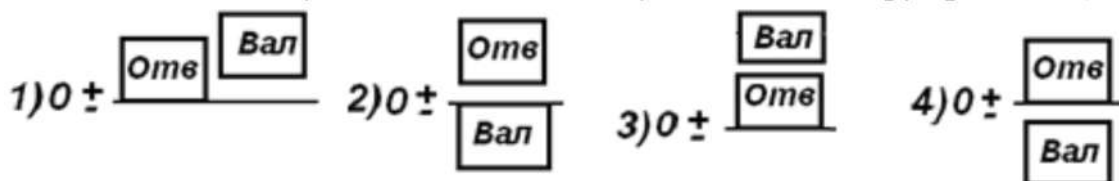

Рис. 1.16. Поля допусків до запитання 15
15. Назвіть схему посадки з натягом у системі отвору (рис. 1.16).